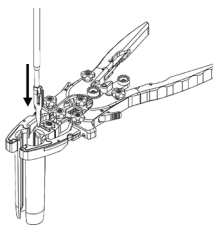

Afbeelding 16
- Bevestig de juiste wig aan de **wigplaatser** (zoals ML-0519). Draai de knop op het gereedschap rechtsonder om de wig vast te zetten (afbeelding 16).